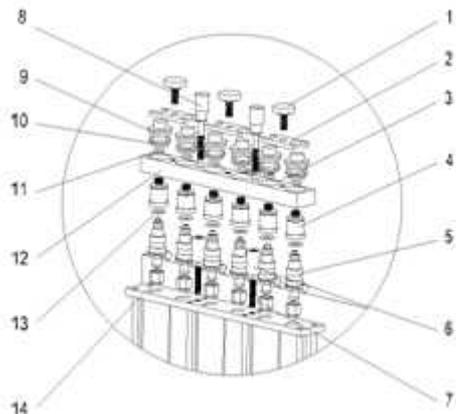

IMAGEN 4
4.- Ajuste los tornillos y tuercas estriadas de acuerdo a la altura de los inyectores. Debe montar el distribuidor de combustible e inyectores en el soporte, y apriete los dos tornillos estriados. Como se observa en la imagen 4.
5.- El siguiente procedimiento es similar al del párrafo A, con referencia a la imagen 4.